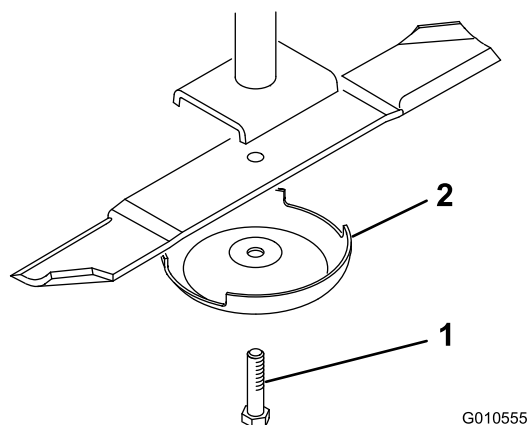

Figura 27
2. Fixe a extremidade da lâmina utilizando um pedaço de tecido ou uma luva grossa. Retire o parafuso da lâmina, o recipiente anti-danos e a lâmina do eixo (Figura 27).